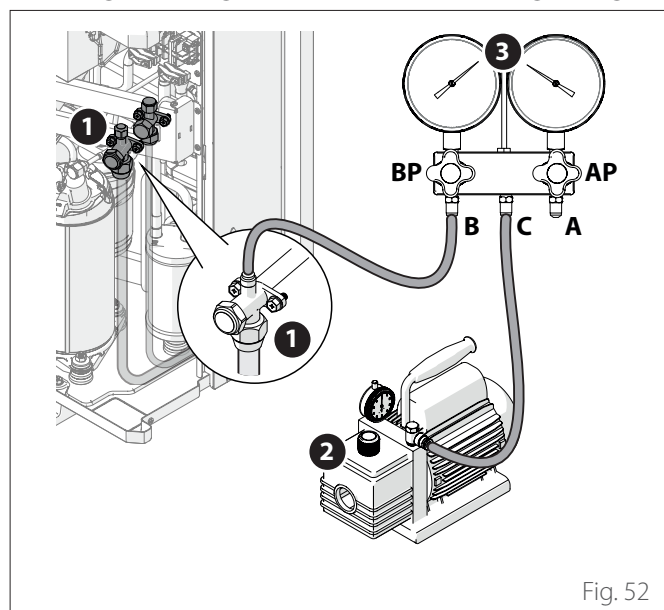

Fig. 52
- Ligar as tubagens conforme indicado na figura "Fig. 52".
- Abra ligeiramente durante alguns segundos a válvula de corte (1) e volte a fechá-la ("Fig. 52").